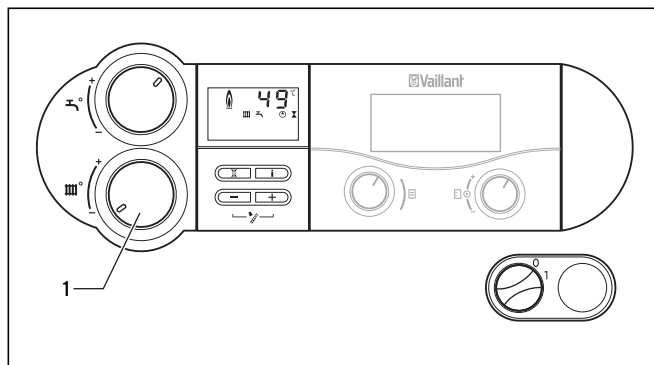

Fig. 6.9 Désactivation du mode chauffage (régime été)
- Pour cela, tournez le sélecteur (1) (Fig. 6.9) de réglage de la température de départ chauffage complètement vers la gauche.